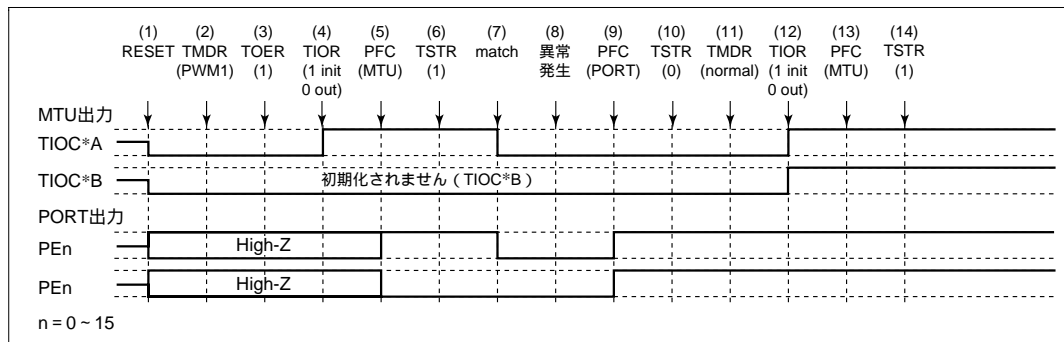

図 12.102 PWM モード 1 で異常が発生し、ノーマルモードで復帰する場合
PWM モード 1 で異常が発生し、再設定後ノーマルモードで再スタートする場合の説明図を図 12.102 に示します。
- (1) ~ (10) は図 12.102 と共通です。
- (11) PWM モード 1 で再スタートする場合には必要ありません。
- (12) TIOR で端子を初期化してください (PWM モード 1 では TIOC*B 側は初期化されません)。
- (13) PFC で MTU 出力としてください。
- (14) TSTR で再スタートします。
(1) ~ (10) は図 12.102 と共通です。
(11) PWM モード 2 を設定します。
(12) TIOR で端子を初期化してください (PWM モード 2 では周期レジスタの端子は初期化されません)。
(13) PFC で MTU 出力としてください。
(14) TSTR で再スタートします。
- (11) 位相計数モードを設定します。
- (12) TIOR で端子を初期化してください。
- (11) 波形生成部の初期化のためノーマルモードを設定してください。
- (12) TIOR で PWM モード 1 の波形生成部を初期化してください。
- (13) TIOR で PWM モード 1 の波形生成部の動作を禁止してください
- (14) TOER でチャンネル 3、4 の出力を禁止してください。
- (15) TOCR で相補 PWM の出力レベルと周期出力の許可禁止を選択してください。
- (16) 相補 PWM を設定します。
- (17) TOER でチャンネル 3、4 の出力を許可してください。
- (18) PFC で MTU 出力としてください。
- (19) TSTR で再スタートします。